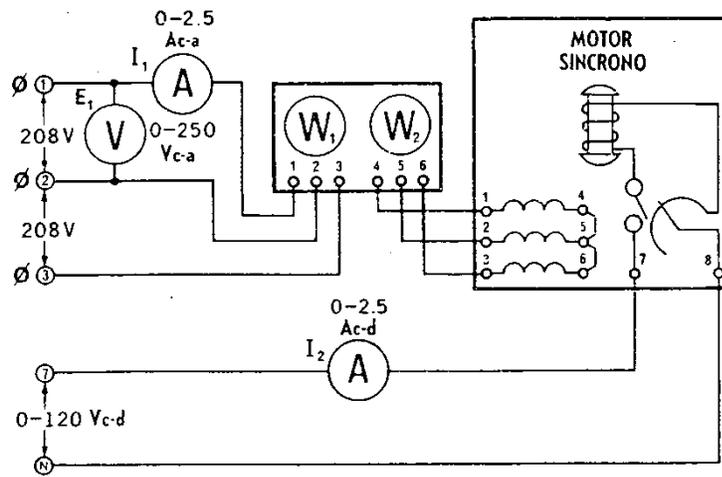

Figura 9-1.
1. Conecte el circuito que aparece en la **Figura 9-1**, utilizando los **Módulos EMS de motor/generador síncrono, wattímetro, fuente de alimentación y módulos de medición**. Observe que los devanados del estator están conectados, a través del vatímetro, a la salida fija de 208V, 3 Φ de la fuente de alimentación, terminales 1, 2 y 3. El devanado de rotor está conectado, a través del amperímetro, a la salida variable de 0-120V c-d de la fuente de alimentación, terminales 7 y N. La perilla de control de voltaje debe estar en cero.